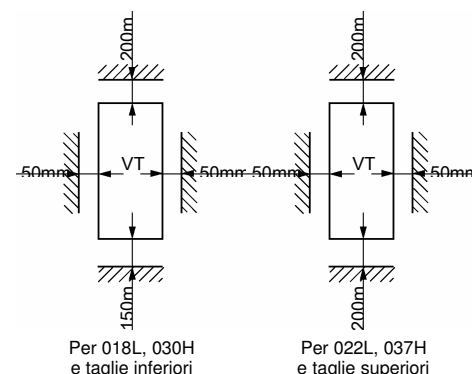

Fig. 2-1
- (4) Assicurare sufficiente ventilazione intorno all'inverter (vedi Fig. 2-1.)